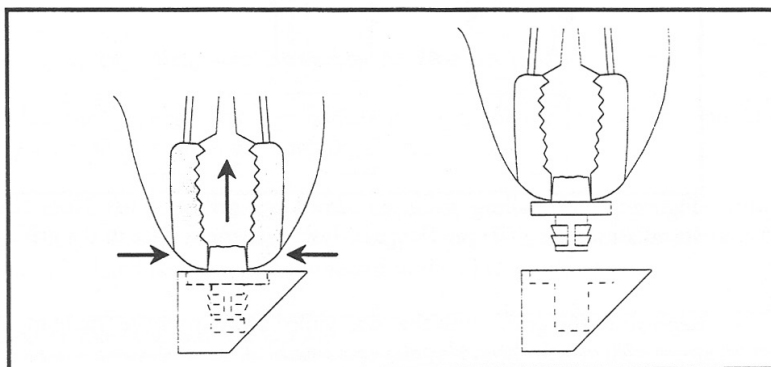

図 3.3 壊れたピンを取り除く。ピンの破片が残っていないか注意。
- 2、ペンチ、プライヤーなどの道具で、壊れたグリルピンを真上に取り除いてください。(図 3.3 参照)